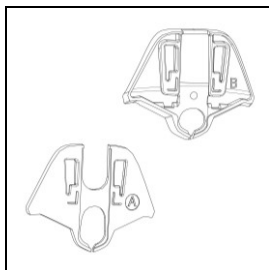

Fig. 1
- Velg den adaptoren som passer best til formen på hjelmen (Fig. 1).